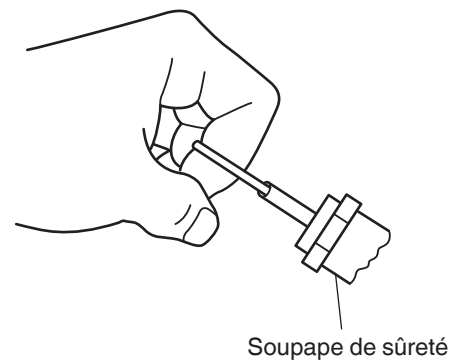

Fig. 3
- C) Assurez-vous que la soupape de sécurité fonctionne correctement (voir Fig. 1). La soupape de sécurité est conçue pour prévenir les défaillances du système en réduisant la pression lorsque l'air comprimé atteint un niveau prédéterminé. La soupape de sécurité est pré-réglée par le fabricant et ne doit en aucune façon être modifiée. Avant de démarrer le compresseur, tirez l'anneau sur la soupape de sécurité pour vous assurer de son bon fonctionnement. (Fig. 3) N'utilisez pas le compresseur si la soupape de sécurité est bloquée ou ne fonctionne pas correctement. Faites remplacer la soupape de sécurité défectueuse par un centre autorisé de service metabo HPT.